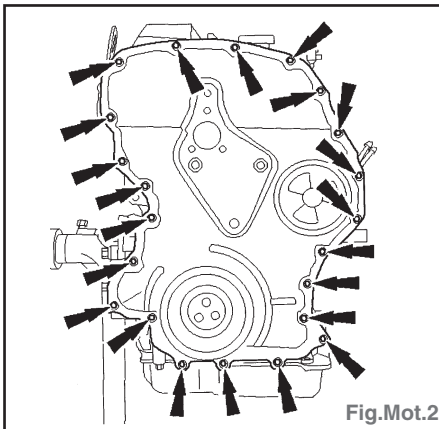

Fig.Mot.2
- Déposer le couvercle de distribution (20 vis) (Fig.Mot.2).